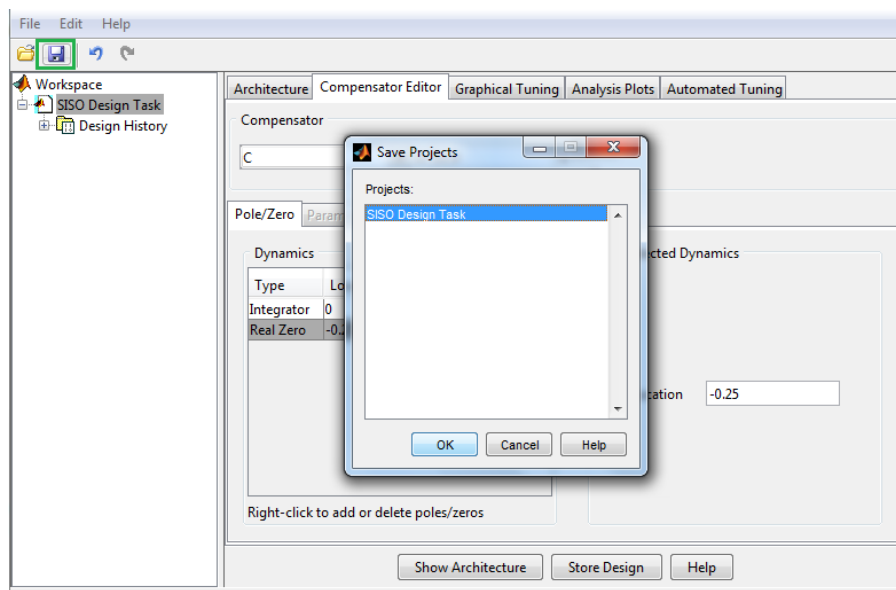

Figura 33. Esquema guardado archivos Sisotool.
- Guarde el modelo de sintonización haciendo Click sobre el dibujo del disquete del recuadro verde de la figura 33, se despliega una ventana, en ella escoja la opción *SISO Design Task* y de click en OK.